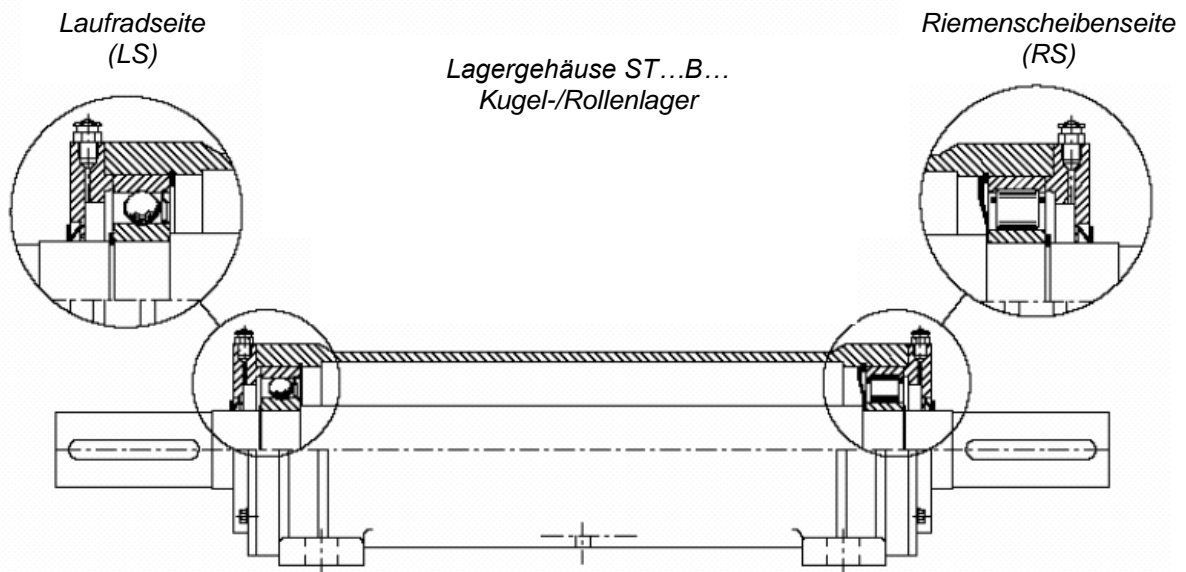

Abb. 10-9 Monoblock-Lagergehäuse ST...B... mit Radialkugellager auf der Lauftrad- und Rollenlager auf der Antriebsseite
- Lagergehäuse des Typs ST...B... mit steifem Rollenlager auf der Antriebsseite (Abb. 10-9). An der Seite, auf der sich das Rollenlager befindet, ist CR an der Welle eingestanzt.
Hierbei auf die korrekte Einbaurichtung der Fettdichtungsscheibe achten (Abb. 10-9 und Foto 60).